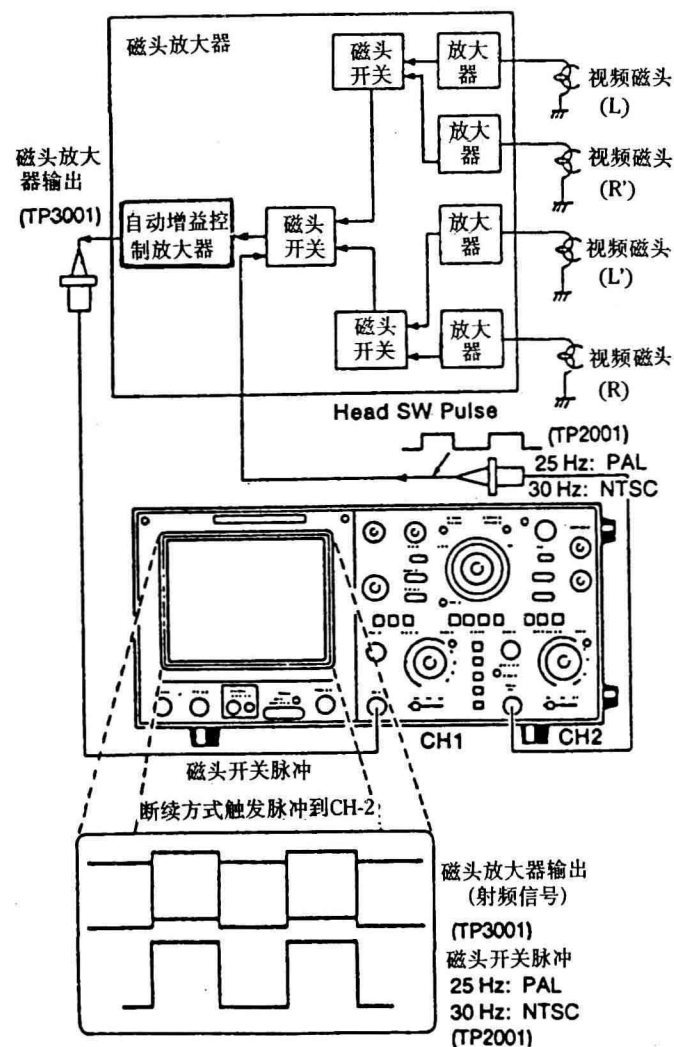
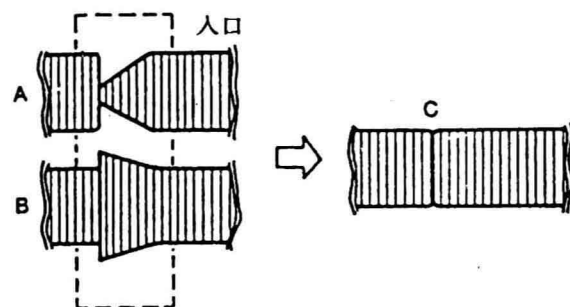

图51
图52
步骤: ①把寻迹调整旋钮置于中心固定位置, 将示波器连接在磁头放大器的输出端, 如图51所示;
②重放校准用磁带(PAL制或NTSC制);
③假如RF包络出现图52中“A”或“B”所示的波形, 必须调整磁带入口导柱P2;
④用导柱调整螺丝刀调整磁带导柱P2, 使得入口处的RF包络波形变平直, 如图52中“C”所示;